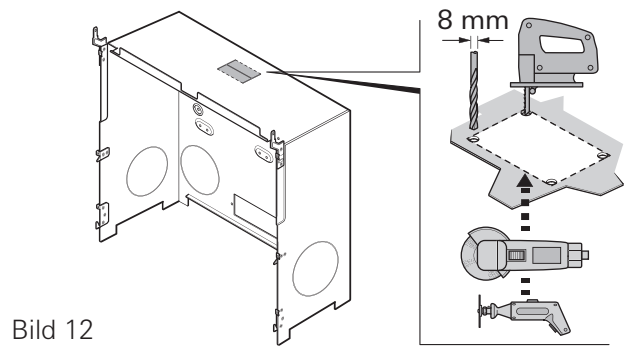

Bild 12
- Förborra fyra hål i hörnen med en 2,8 mm borrhör och borra med en 8 mm borrhör (Bild 12).
- Såga ut det rektangulära hålet. För detta kan du t.ex. använda en sticksåg, ett multifunktionsverktyg med kapskiva för metall eller en liten plåtsax (Bild 12).